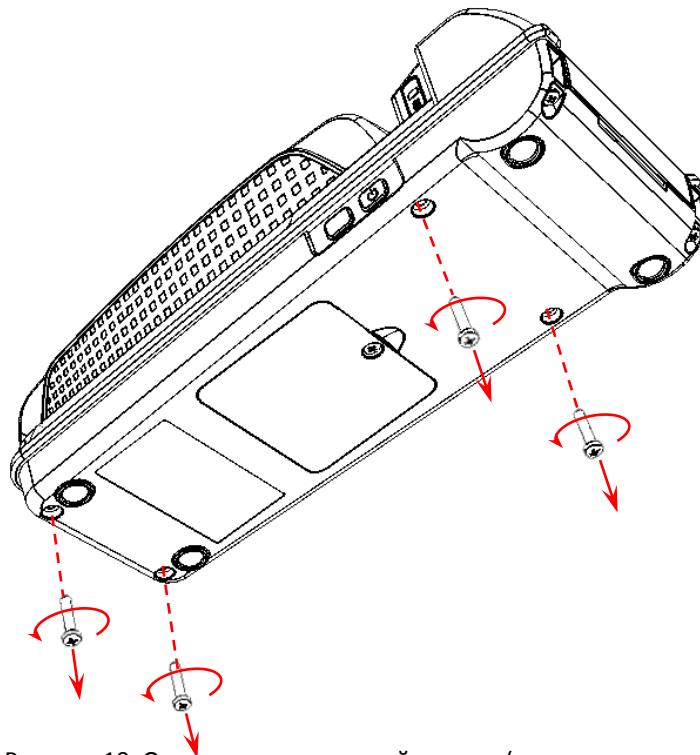

Рисунок 10. Отделение переходной панели (выкрутить винты)
3. Продеть FPC-шлейф в проем переходной панели AL.P120.01.002 (см. рисунок 10).
5. Закрепить переходную панель на ПинПад, вкрутив винты крепления (см. рисунок 10).
7. Совместить переходную панель (с установленным ПинПадом) с корпусом изделия, при этом необходимо учитывать конструктивные особенности корпуса изделия и переходной панели – стойки и выступ панели должны быть установлены в проемы корпуса изделия (подробнее см. рисунок 10).
8. Вкрутить винты крепления переходной панели к корпусу изделия (см. рисунок 10).